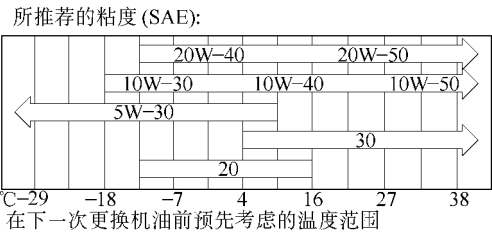

图 3-3 机油粘度应符合推荐要求
- (1) 检查机油质量。检查机油是否变质、含有水分、变色或稀薄。如果机油变质应予以更换，其粘度应符合所推荐的粘度要求，如图 3-3 所示。